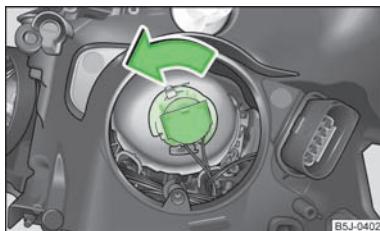

Fig. 148
- Rode o conector com a lâmpada incandescente até ao batente, **no sentido contrário** ao dos ponteiros do relógio » Fig. 148 e retire-o.